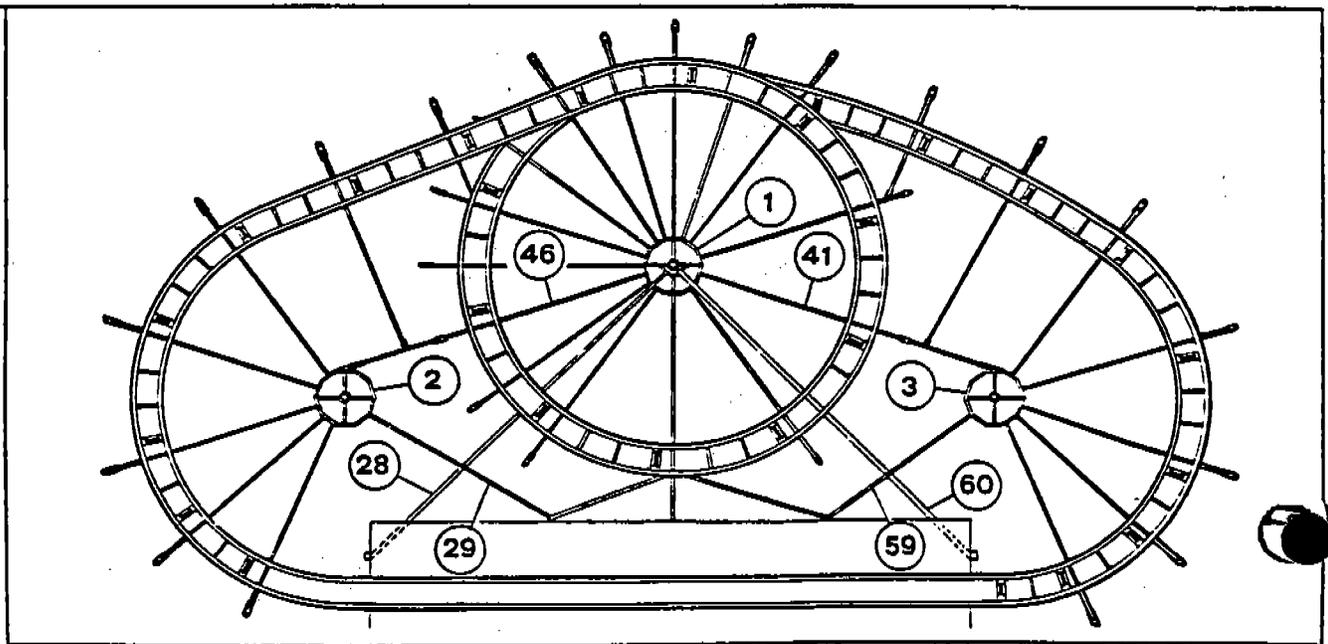
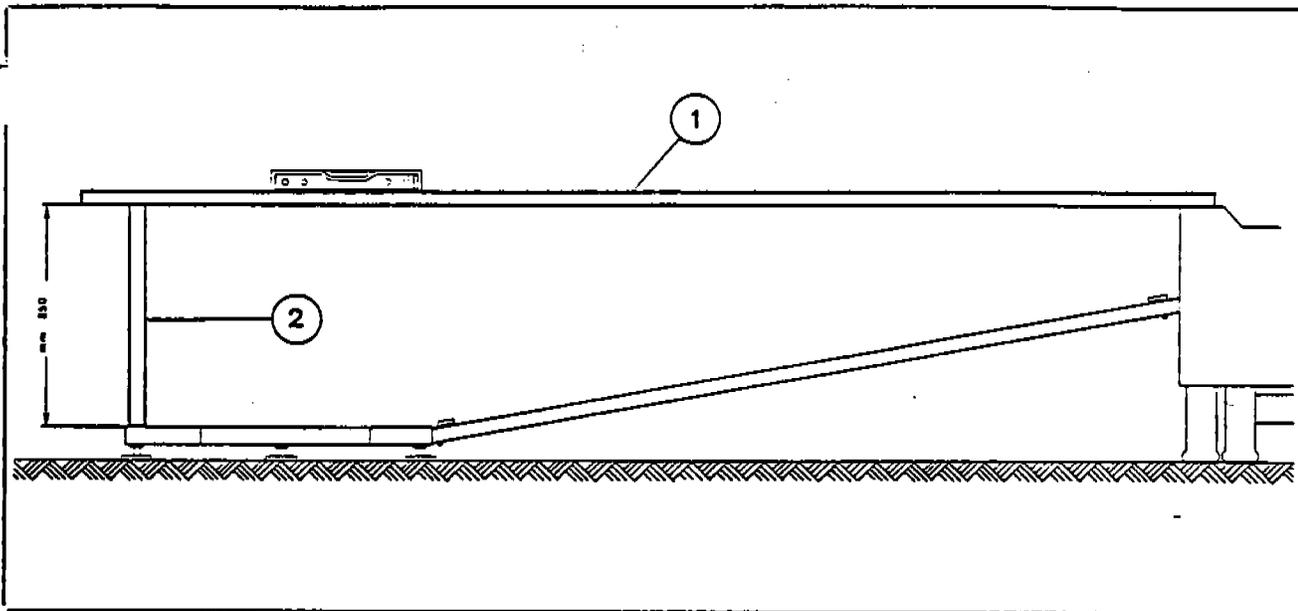

Fig. 18
Fig. 19
a) Posizionare il centro (1-Fig. 18) servendosi dei tiranti (28-60-Fig. 18), rispettando i contrassegni alle estremità.
b) Level the center (Fig. 18-1) with the bars (Fig. 19, 1 and 2) or in case of flat ground, just position it at the right height.
b) Livellare il centro (1-Fig. 18) con tirante (1-Fig. 19) e distanziale (2-Fig. 19) in dotazione. Oppure senza distanziale, rispettando però la quota indicata mm. 950.
c) Position the other two center pieces (Fig. 18, 2 and 3) with the rods (Fig. 18 # 29, 46, 41 and 59).
c) Posizionare i centri (2-3-Fig. 18) e collegarli tra di loro con i tiranti (29-46-41-59-Fig. 18).
d) Check the leveling, positioning the level on the rods (Fig. 18 # 41 and 46).
d) Controllare il livellamento tra i centri, posizionando la bolla sui tiranti (46-41-Fig. 18). Se necessario, agire sui piedini regolabili.
e) Layout all rods (Fig. 18) securing them with pins and safety clips (be sure number and marks match).
e) Posizionare tutti i tiranti di base (Fig. 18), inserendo le relative spine e copiglie. Fare attenzione che i contrassegni riportati sul centro e sull'estremità tirante corrispondano. Controllare il livellamento con bolla. Se necessario agire sui piedini regolabili.